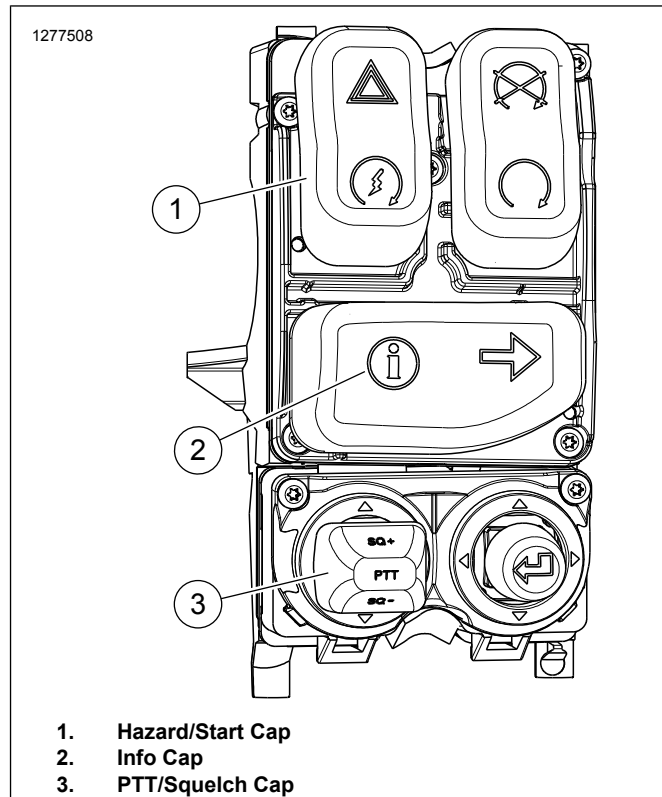

Figure 6. 2014 at Mas Bagong Kanang Kontrol (71500130C)
1. Tingnan ang Figure 6 . Palitan ang modyul ng kontrol ng kanang kamay ng Piyesa Blg. 71500130C. Tingnan ang manwal ng serbisyo.
- b. Tingnan ang Figure 6 . Tanggalin ang Info cap (2) mula sa bagong modyul ng kontrol.
- b. Tingnan ang Figure 6 . Tanggalin ang Info cap (2) at Hazard/Start cap (1) mula sa bagong modyul ng kontrol.